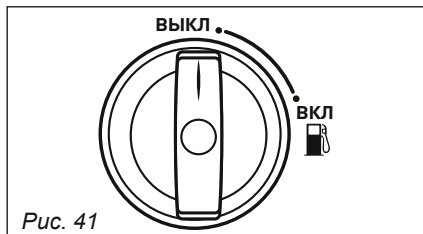

Рис. 41
1. Поверните топливный кран в положение «ВЫКЛ» (рис. 41).